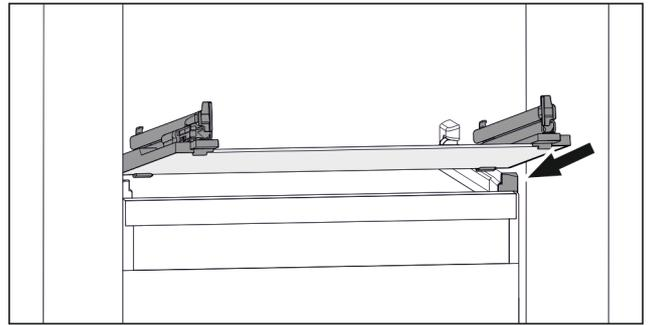

Fig. 119 Beispielhafte Darstellung der Glasplatte
- ▶ Glasplatte schräg hinter den Stopperrn aufsetzen. (siehe Fig. 119)